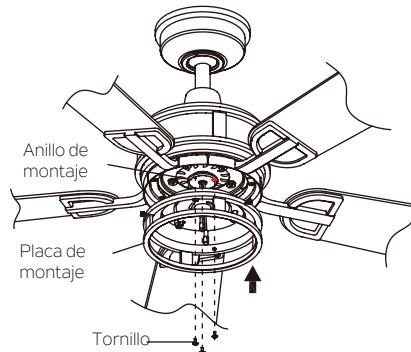

Fig. 21
**Paso 1.** Va a encontrar una etiqueta de punto en el anillo de montaje. Luego retire los 3 tornillos preinstalados en el anillo de montaje y guárdelos para reutilizarlos más tarde. Alinee las etiquetas de puntos en la placa de montaje con el anillo de montaje. Fije la placa de montaje al anillo de montaje con tres tornillos retirados previamente. Si es necesario , ajuste la placa de montaje, para alinear la llanta tanto en el cuerpo del motor como en la placa de montaje. Debe apretar con fuerza los 3 tornillos (Fig. 21).